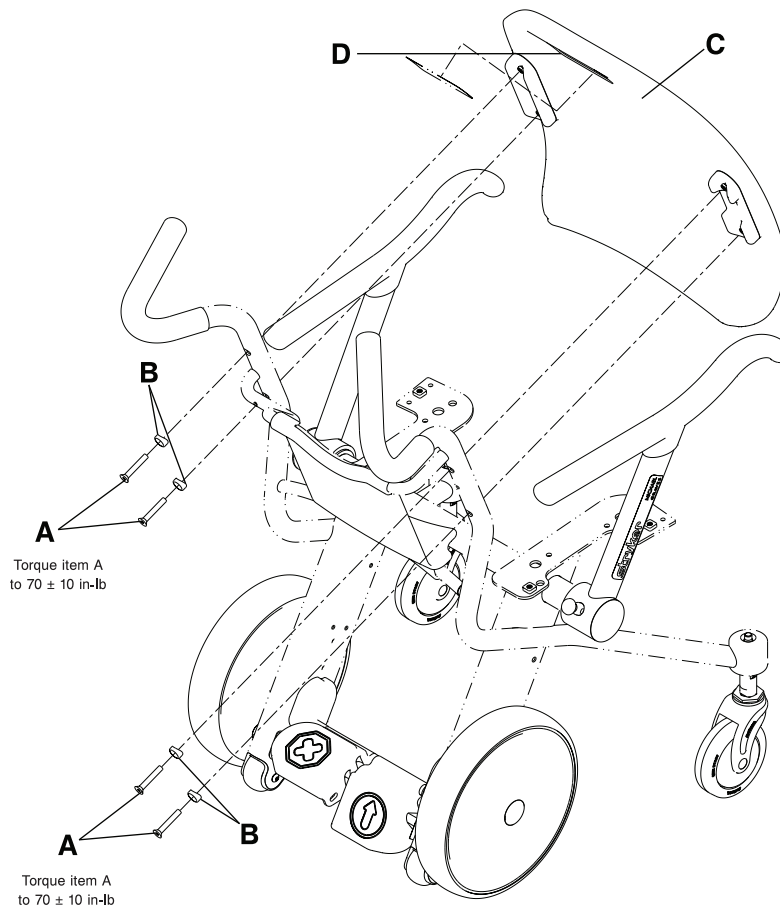

Figura 4-21: Sustitución del respaldo del asiento
2. Con una llave hexagonal de 3/16 in, retire los cuatro tornillos de cabeza plana (A) y los adaptadores (B) con el fin de retirar el respaldo del asiento (C) de la estructura de la silla. Deseche los tornillos, los adaptadores y el respaldo del asiento (Figura 4-21 de la página 4-38).
3. Con una llave hexagonal de 3/16 in, instale los cuatro tornillos de cabeza plana (A) suministrados y los adaptadores (B) con el fin de fijar el respaldo del asiento (C) suministrado a la estructura de la silla (Figura 4-21 de la página 4-38). Con una llave dinamométrica de 3/8 in, apriete los tornillos a  $70 \pm 10$  in-lb ( $8 \pm 1,1$  Nm).
4. Coloque la etiqueta de Stryker (D) suministrada con el color adecuado.